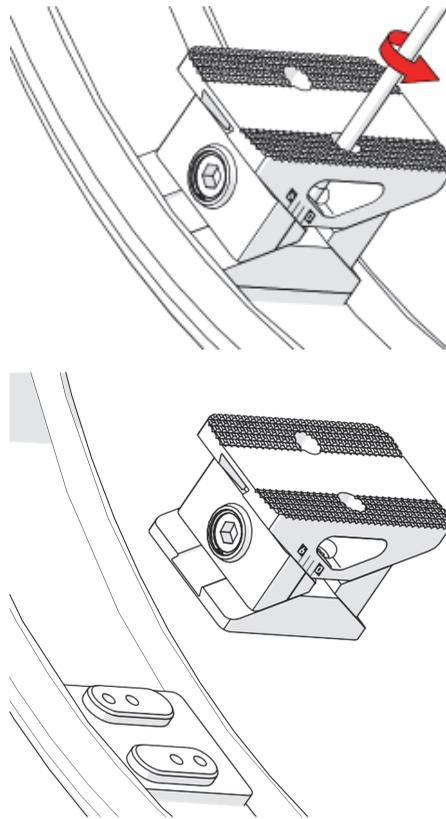

Figure 1-16 Retrait d'un pied
1. Desserrez les deux vis à tête hexagonale au moyen d'un tournevis à tête hexagonale de 4 mm (Figure 1-16 à la page 39).